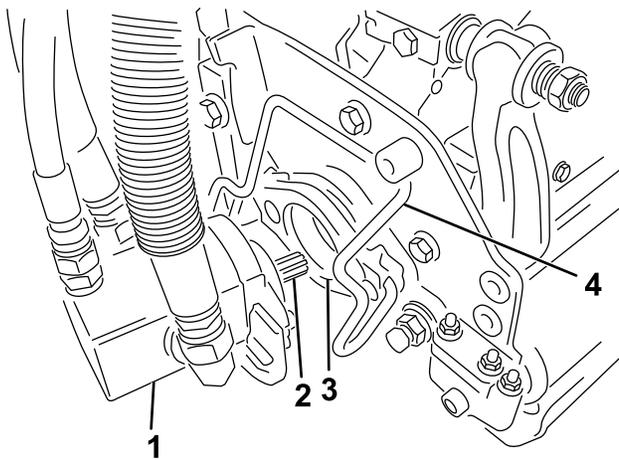

Figure 45
5. Enduisez de graisse propre l'arbre cannelé du moteur de l'unité de coupe (Figure 45).
6. Insérez le moteur dans le côté gauche de l'unité de coupe (vu de la position de l'utilisateur) et tirez la barre de retenue du moteur située sur l'unité de coupe vers le moteur jusqu'à ce que vous entendiez un déclic des deux côtés du moteur (Figure 45).